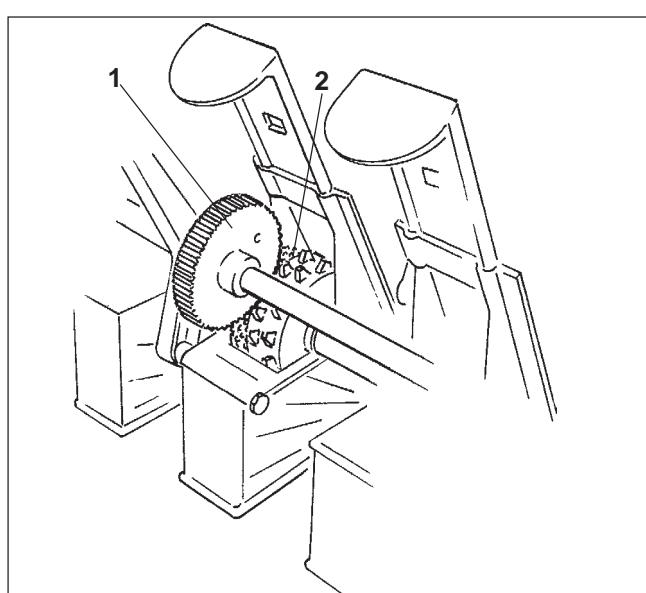

Рис. 7.27
- Зубцы приводной шестерни (Рис. 7.27/1) и мелкосемянные высевающие катушки технической колеи (Рис. 7.27/2) необходимо сцепить.